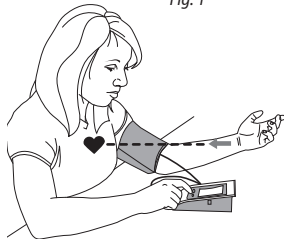

Fig. 2
- Su codo debe descansar en una superficie sólida, con la palma de la mano hacia arriba. Eleve el brazo, de manera tal que el brazalete y su corazón se encuentren alineados, *Fig. 2*. Deje su mano izquierda relajada.